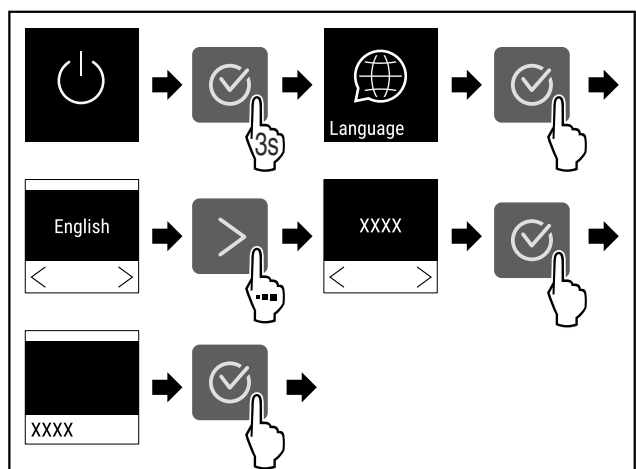

Fig. 54
- ▶ Efectuați pașii de acțiune (vezi Fig. 54).